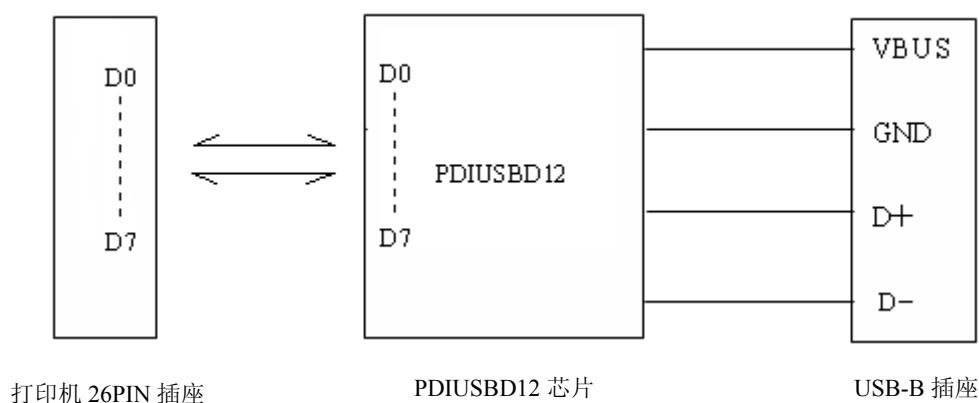

图 5-5 打印机与计算机的 USB 连接示意图
2. 打印机与计算机的 USB 接口连接示意图（如图 5-5 所示）。